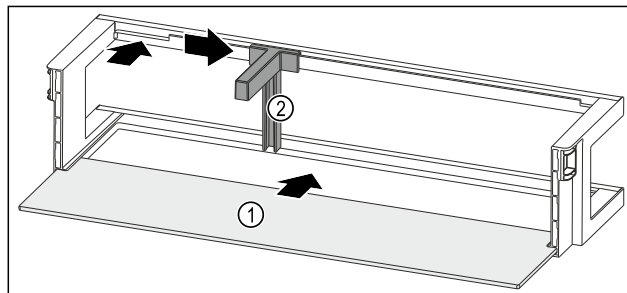

Fig. 240 Polica u vratima s policom za odlaganje
- ▶ Umetnite policu Fig. 240 (1) u bočna udubljenja.
- ▶ Držać za boce Fig. 240 (2) umetnite u otvor.
- ▶ Držać za boce Fig. 240 (2) pogurnite u željeni položaj na stranu.